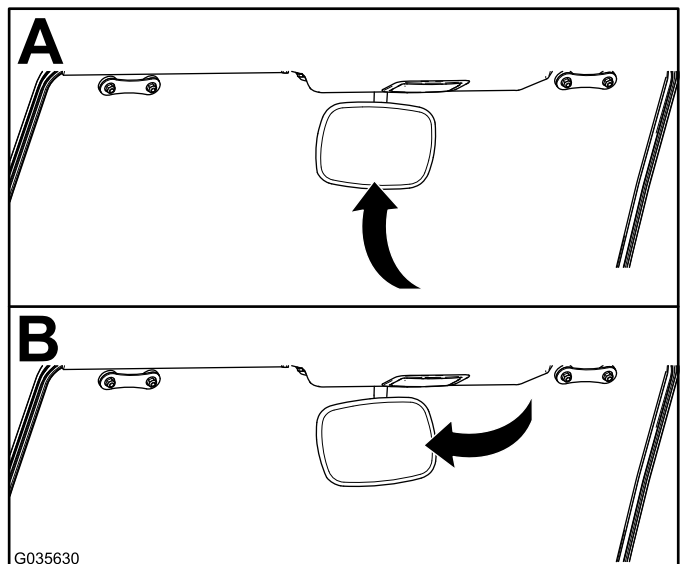
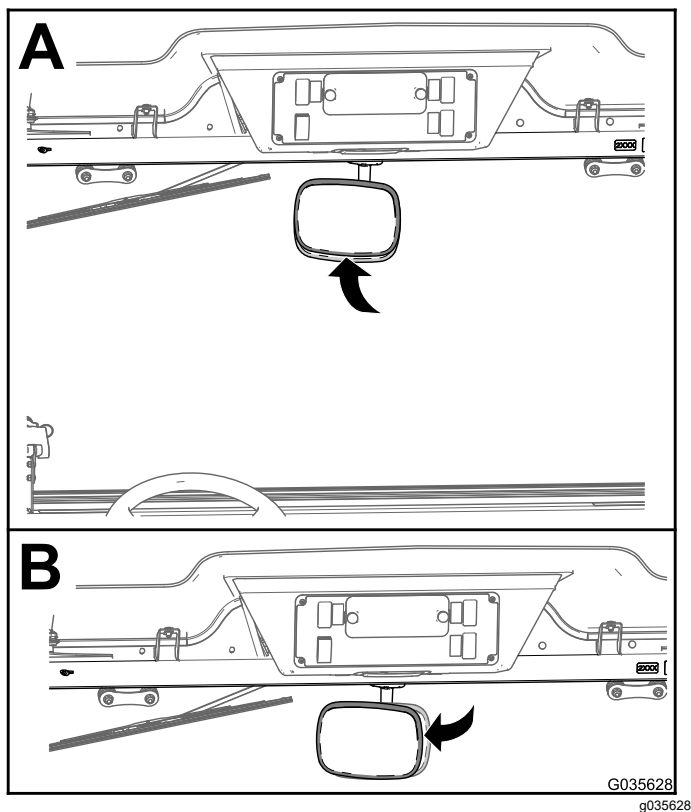

Figura 7
Figura 8
1. Utilize as duas mãos para rodar o espelho para cima ou para baixo na montagem de bola (A da Figura 7 ou Figura 8).
2. Utilize as duas mãos para rodar o espelho para esquerda ou para a direita na montagem de bola (B da Figura 7 ou da Figura 8).